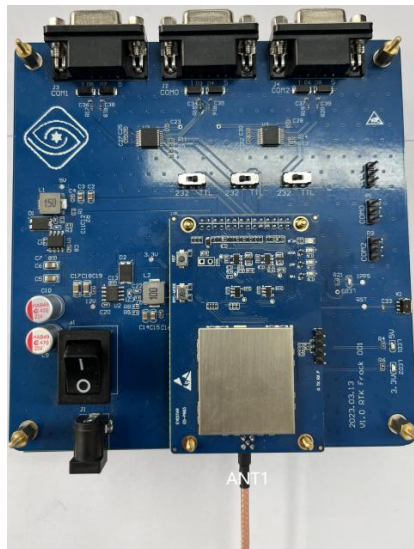

图 4-2 连接天线
- 选择适当增益的有源 GNSS 天线，并将 GNSS 天线架设在稳定、无遮挡的区域，通过同轴射频电缆连接天线和板卡，天线连接至 P684 板卡上 ANT1 天线接口，如图 4-2 所示；